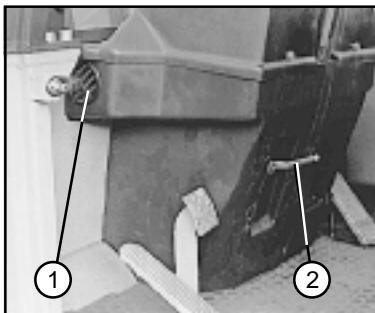

Bild 5-4
(2) Gebläsedrehschalter (5-5/Pfeil) je nach gewünschter Luft-/Wärmemenge in Stellung 0, 1, oder 2 schalten.
(3) Luftstromrichtung an den seitlich angebrachten Ausströmerdüsen (Bild 5-4/1) einstellen.
(2) Enclencher le commutateur du ventilateur (5-5/flèche) dans la position 0, 1 ou 2 selon les quantités d'air et de chaleur désirées.
(3) Régler la direction du courant d'air au moyen des ouvertures latérales (figure 5-4/1).